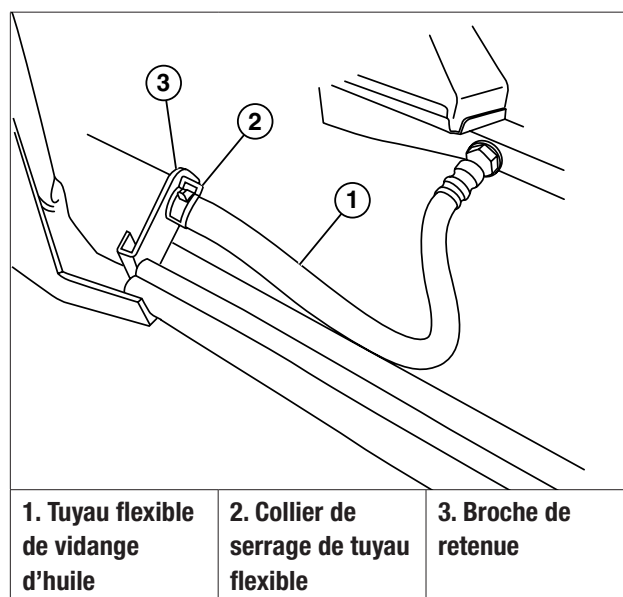

Figure 13
- Desserrer le collier de serrage du tuyau flexible de vidange d'huile et sortir ce tuyau de la broche de retenue. (Figure 13)